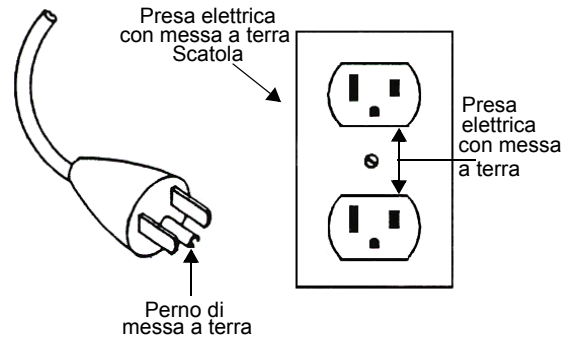

Figura 6 Spina e presa di messa a terra
- ❑ *Se la pompa è configurata per essere usata con una tensione nominale di 120 V, è necessario usare una spina di messa a terra simile a quella mostrata nella Figura 6.*